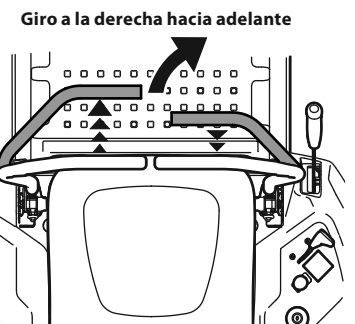

Figura 23
2. Para girar a la derecha, mueva la palanca de control de la transmisión derecha hacia atrás respecto de la palanca izquierda. Consulte la Figura 23.